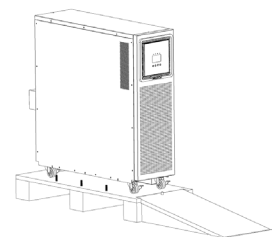

Abb. 11.
- Die Rampe wie in der Abb. 11 dargestellt anbringen und das Gerät von der Palette herunternehmen.